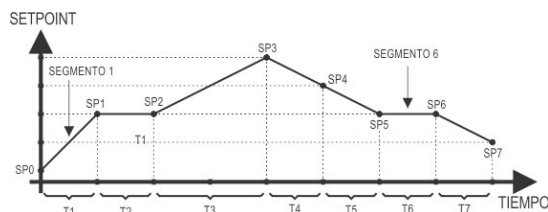

Fig. 3 - Ejemplo de un programa de rampas y mesetas
El controlador permite la elaboración de un programa de rampas y mesetas de temperatura. Este programa se crea a partir de la definición de valores de SP e intervalos de tiempo, definiendo hasta nueve (9) **segmentos de programa**. La Fig. 3 muestra un modelo de programa con 9 segmentos: